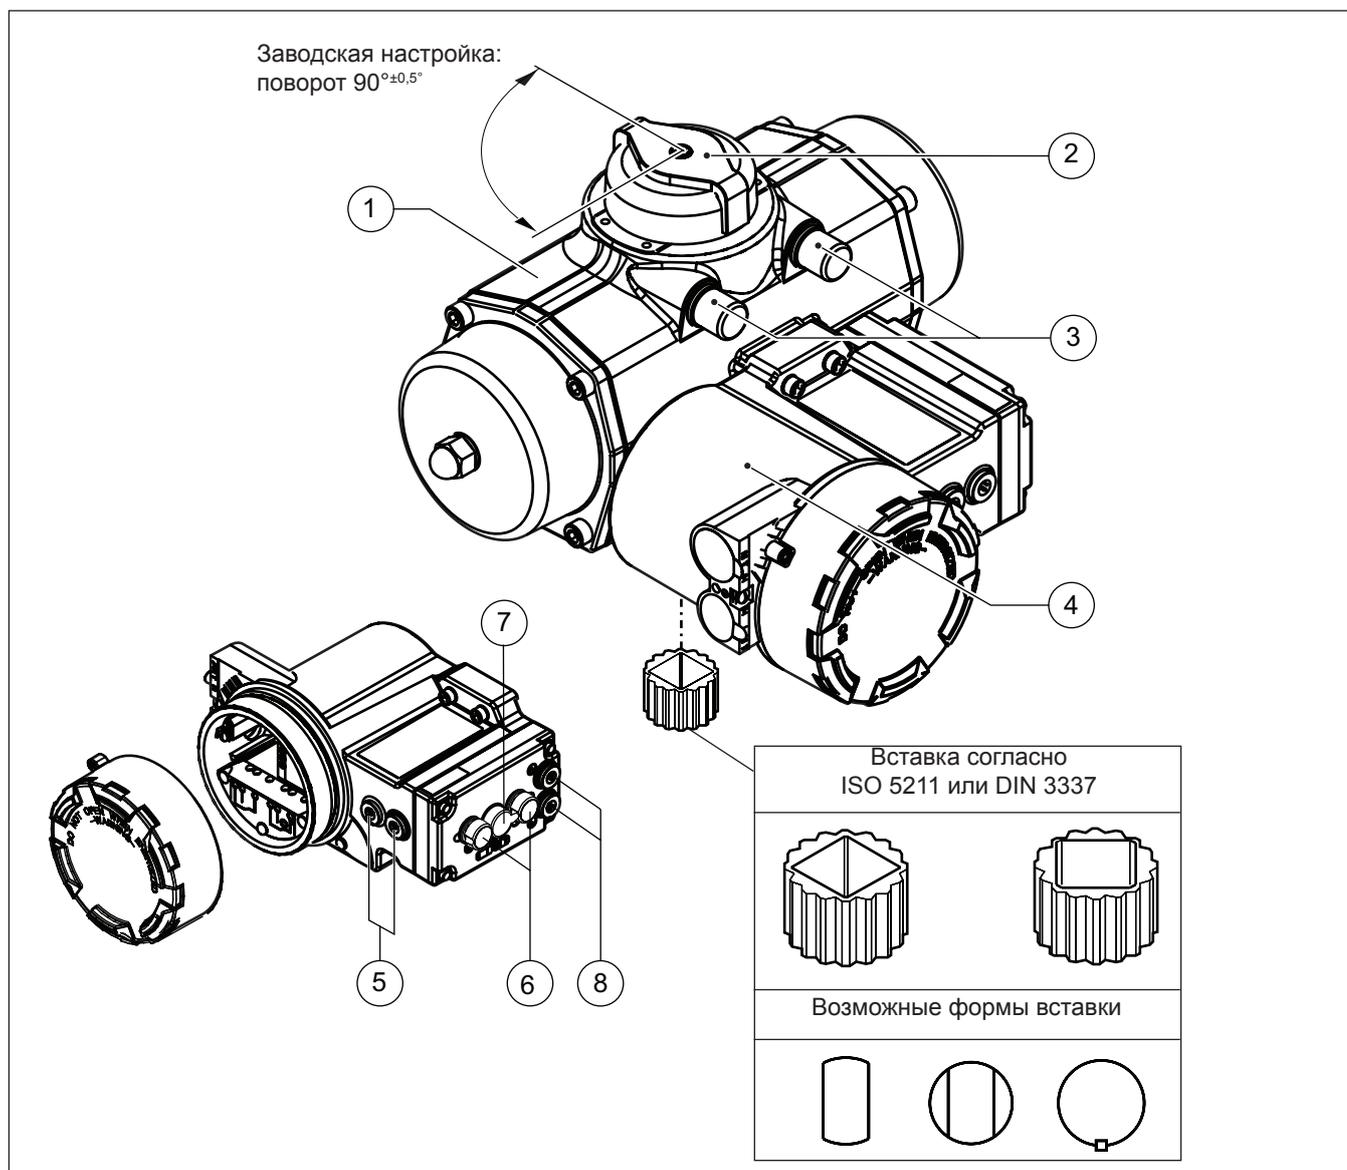

Рис. 1.1 Введение
1.1 Расположение (см. рис. 1.1)